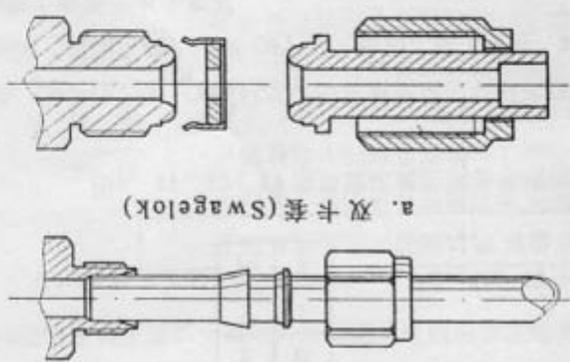

图7. MFC 进出口气路接头形式图
4.2 入口和出口气路接头分两种类型: a. 双卡套 (Swagelok); b. VCR. 连接方法如图7.